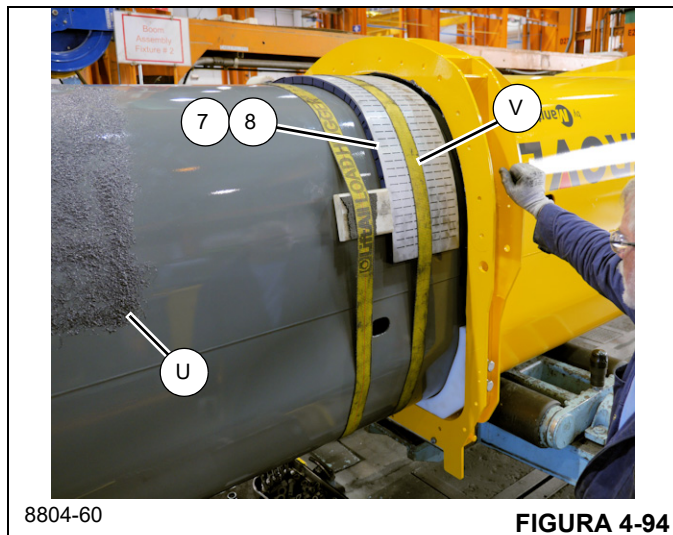

FIGURA 4-94
- 106. Rocíe grasa universal (U) en la parte exterior de la sección telescópica 1 (2). Midiendo aproximadamente 1/4 de la distancia de la pluma desde la punta delantera, deje una franja de 5 pies de ancho sin grasa para instalar las almohadillas de desgaste (vea la Figura 4-94).
- 107. Coloque una almohadilla de desgaste (7) y dos suplementos (8) contra la sección telescópica 1 (2) y fíjelos con una tira. Coloque dos bloques de madera o material similar, con almohadillas de caucho en ambos lados, directamente en frente y contra las almohadillas de desgaste y suplementos y fíjelos con una tira (V) (vea la Figura 4-94).